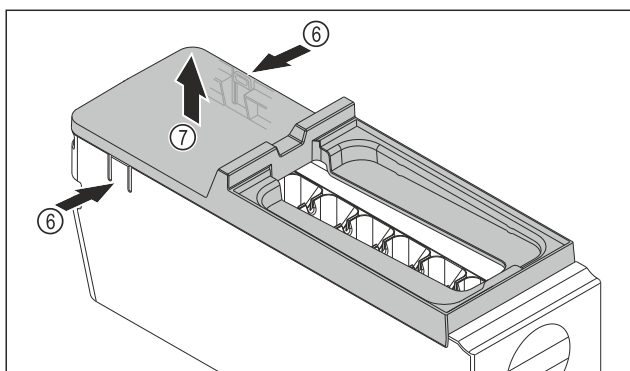

Fig. 121
- Vyjmutí krytu korpusu EasyTwist-Ice: Lamely Fig. 121 (6) na obou stranách korpusu EasyTwist-Ice stlačte jednou rukou.
- Kryt Fig. 121 (7) vyjměte druhou rukou nahoru.